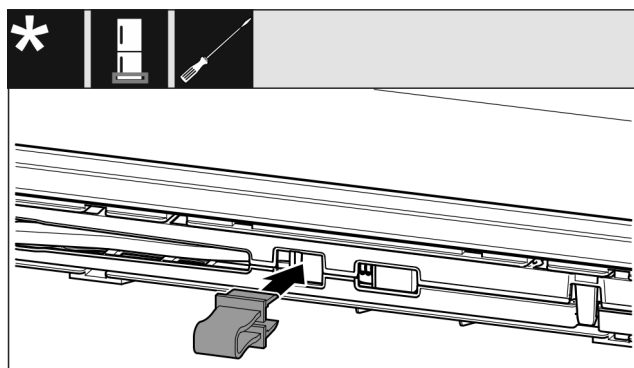

Fig. 13
► Pojistku nechte zapadnout do otvoru. (viz Fig. 13)